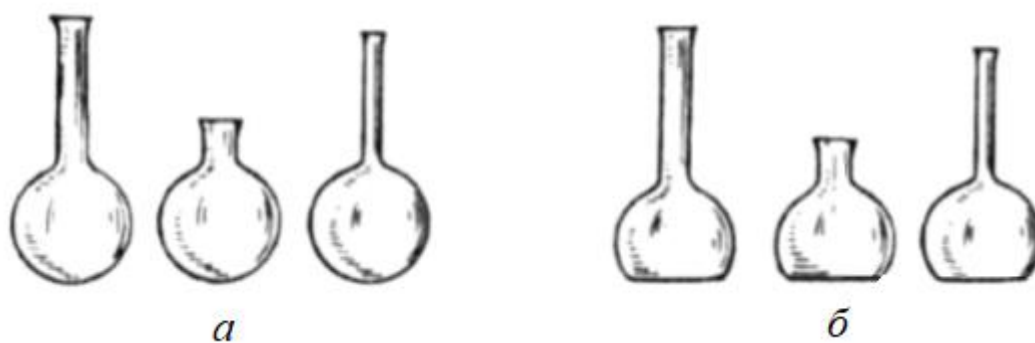

Рис. 11 – Колбы химические:
*Колбы химические* (рис. 11) бывают круглодонные и плоскодонные. Последние широко используются в аналитической практике. Служат для хранения жидких реактивов и растворов. Круглодонные колбы применяют для нагревания жидкостей и растворов.